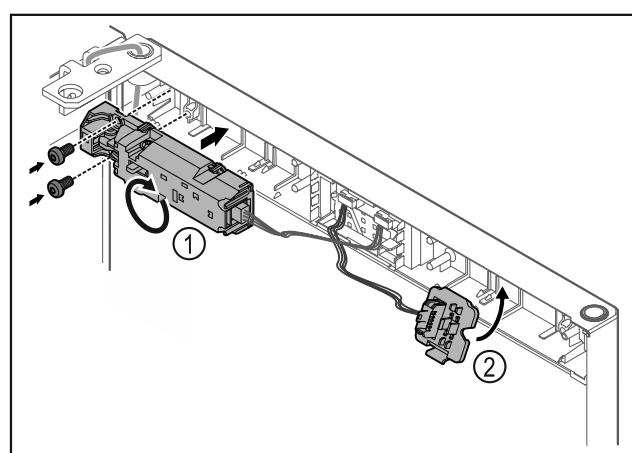

Fig. 24
- Otočte diaľkový zámok Fig. 24 (1) o 180° a upevnite ho na opačnej strane.
► Zaistite držiak zástrčky Fig. 24 (2) na opačnej strane.